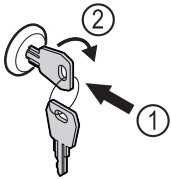

Fig. 161
- ▶ Вдавити ключ. Fig. 161 (1)
- ▶ Повернути ключ на 90° за годинниковою стрілкою. Fig. 161 (2)